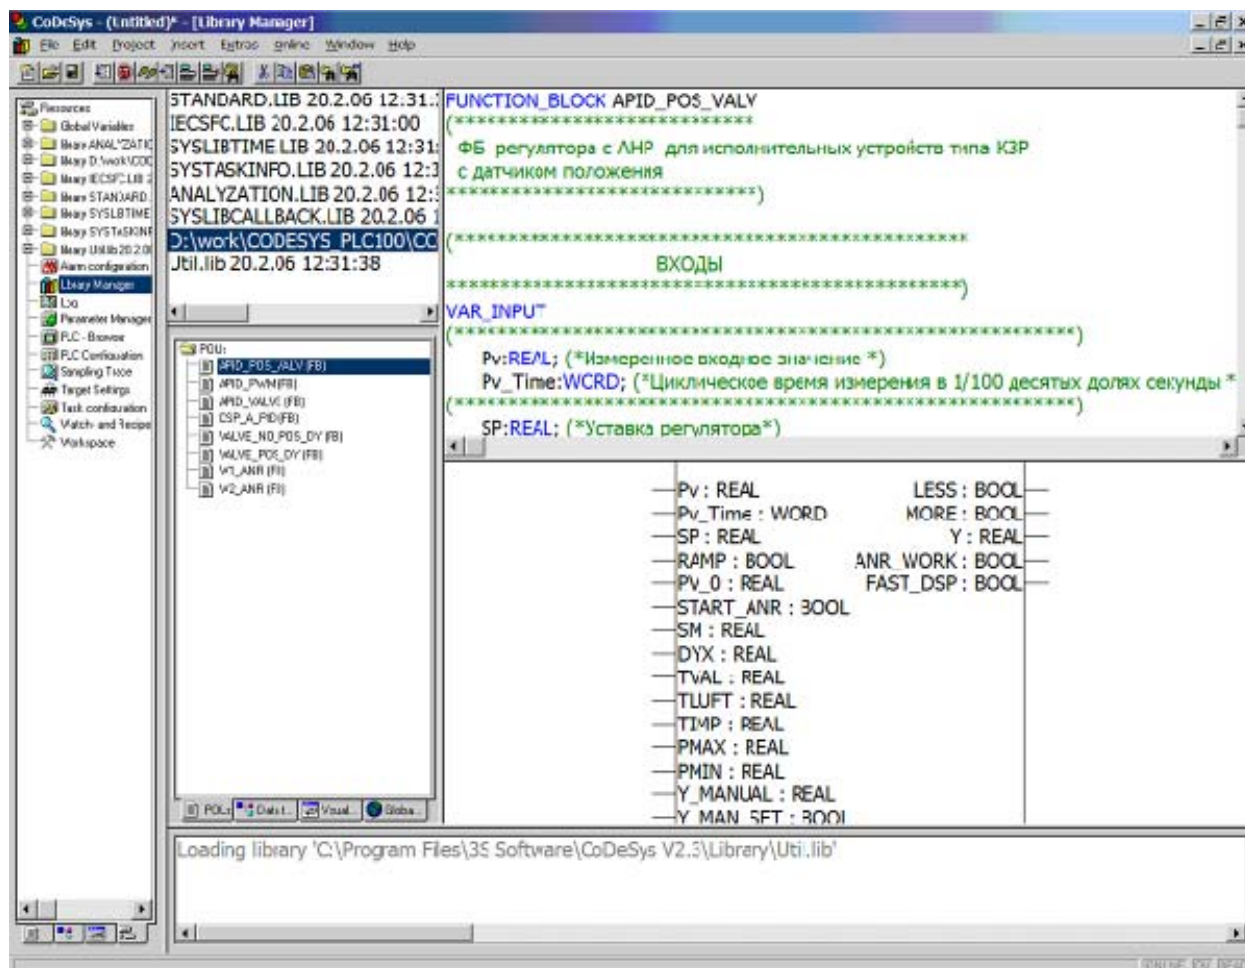

Рис. 3.10. Окно установки функционального блока в сеть 0002
5. Выберите функциональный блок из библиотеки PID_Reg2 (рис. 3.10) аналогично описанию в п.5 в Примере 1. ФБ установите в сеть 0002. Для данной системы следует выбрать функциональный блок APID_VALVE.